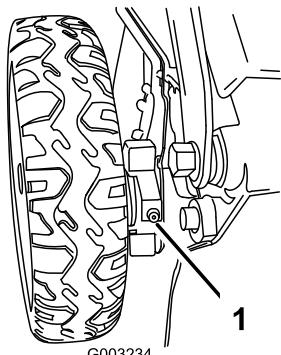

Figura 37
- Limpie con un trapo limpio los puntos de engrase situados justo dentro de las ruedas traseras (Figura 37).